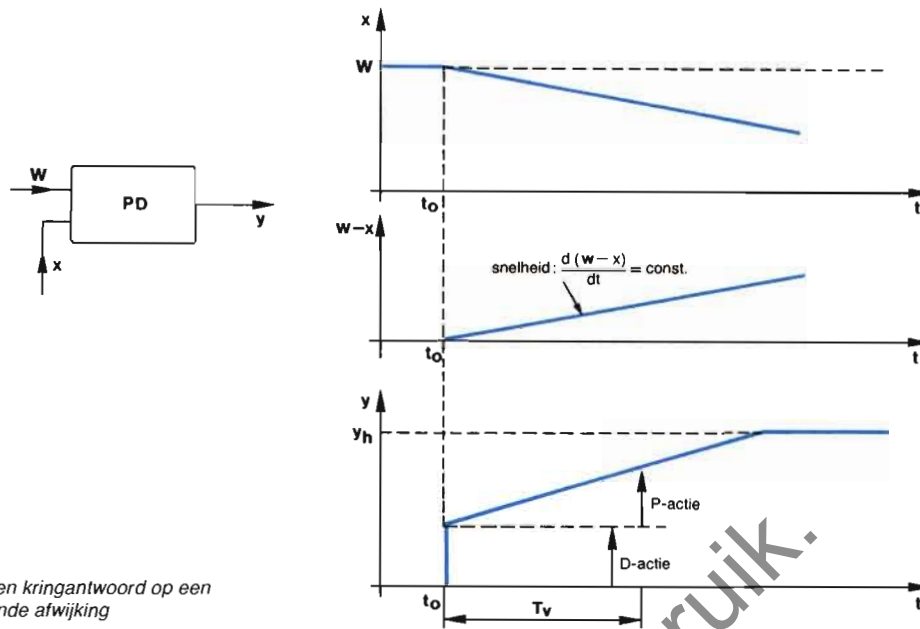

Fig. 8.6 Open kringantwoord op een lineair stijgende afwijking
- De eigenschappen van de PD-regelaar zijn beter te overzien als we de proceswaarde x met een constante snelheid laten afwijken van w . Overigens zal in de praktijk een afwijking zich zelden voordoen als een sprong maar zal steeds een eindige snelheid hebben. In fig. 8.6 neemt op t_0 de afwijking $w - x$ met een constante snelheid toe.
Het antwoord y is grafisch voorgesteld onderaan in fig. 8.6. Uiteraard kan de uitgang y niet groter worden dan het maximum instelbereik Y_h .
De voorinsteltijd is de tijd die de P-regelaar nodig heeft om bij een lineair stijgende afwijking, dezelfde waarde in te stellen als de D-regelaar. In fig. 8.6 zien we dat de D-actie deze waarde een tijd T_v eerder heeft ingesteld. Vandaar de benaming voorinsteltijd.